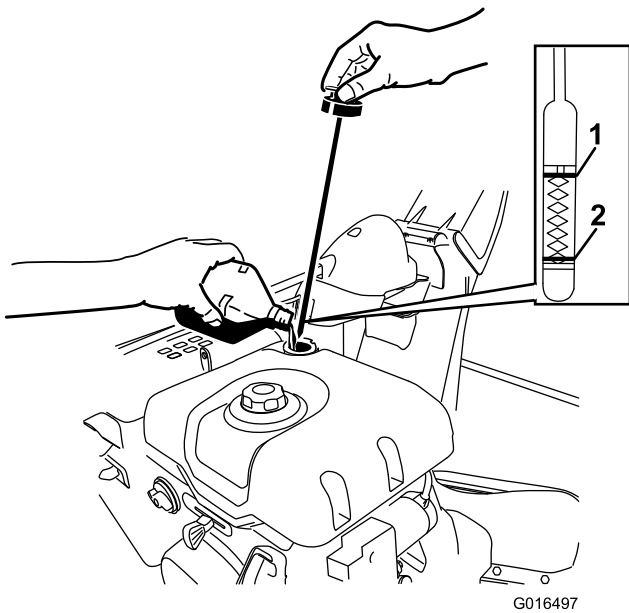

Bild 42
2. Nehmen Sie den Peilstab heraus und prüfen Sie den Ölstand (Bild 42). Füllen Sie Öl nach, wenn der